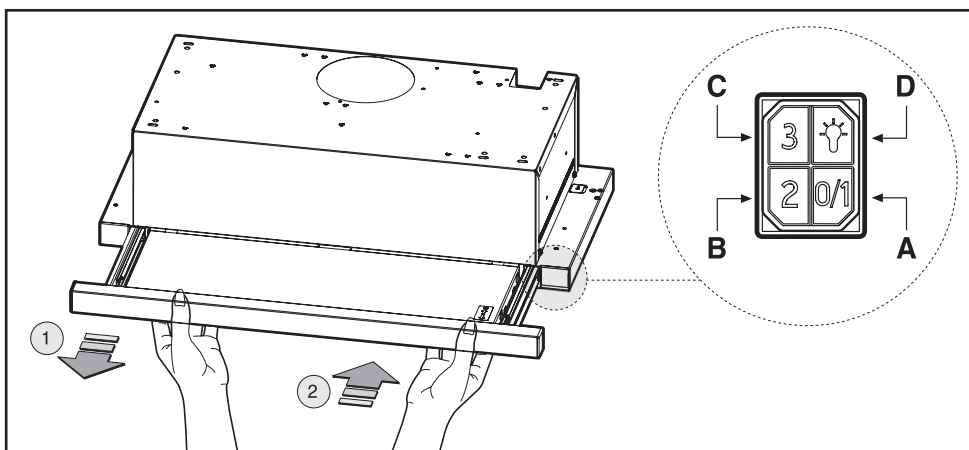

Fig 9.2
• **Betjening-senhed taster (Fig.9.2) slider** symbolbetydningen er som følger: